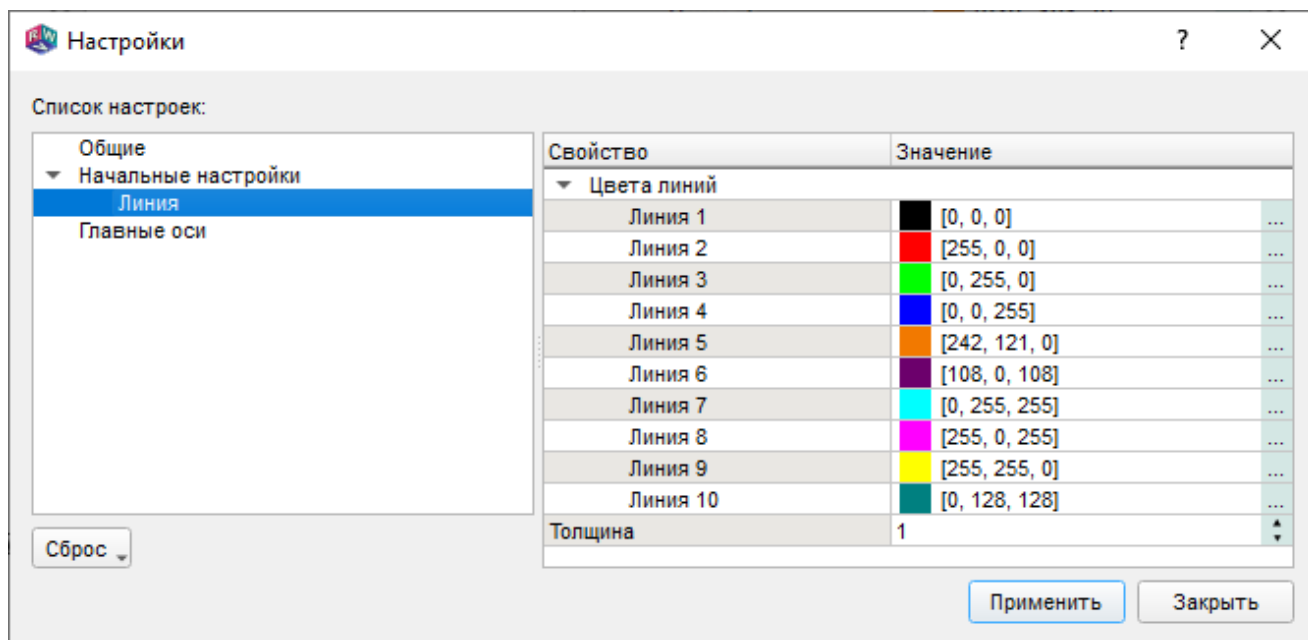

Рис. 260
18.14.3.1. Страница «Начальные настройки» показана на рис. 260.